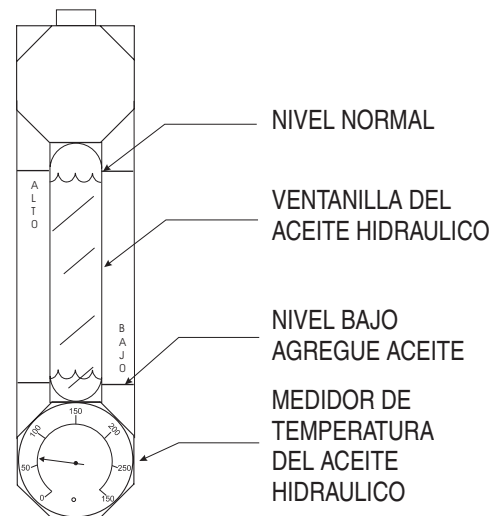

Figura 13. Ventanilla del aceite hidráulico
13. Determine si el nivel de aceite hidráulico esta bajo, observando el nivel a través de la **ventanilla del aceite hidráulico** (Figura 13).